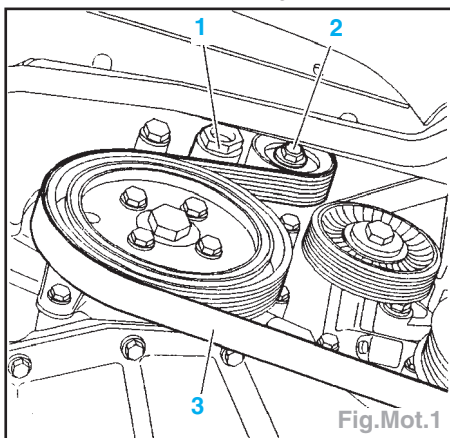

Fig.Mot.1
- Détendre la courroie (3) en entraînant le galet (1) par la vis (2 : pas à G) dans le sens inverse horaire (Fig.mot.1).